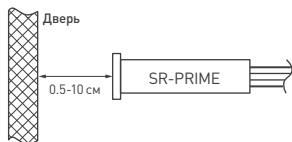

Рисунок 2. Установка датчика SR-PRIME DOOR
- Датчик DOOR должен быть смонтирован так, чтобы дверь в закрытом положении находилась на расстоянии до 10 см от лицевой стороны датчика (рис. 2). Свет будет включаться при открывании двери и выключаться при ее закрывании. Для лучшего отражения ИК-сигнала от черных поверхностей наклейте на дверь небольшой отражающий элемент.